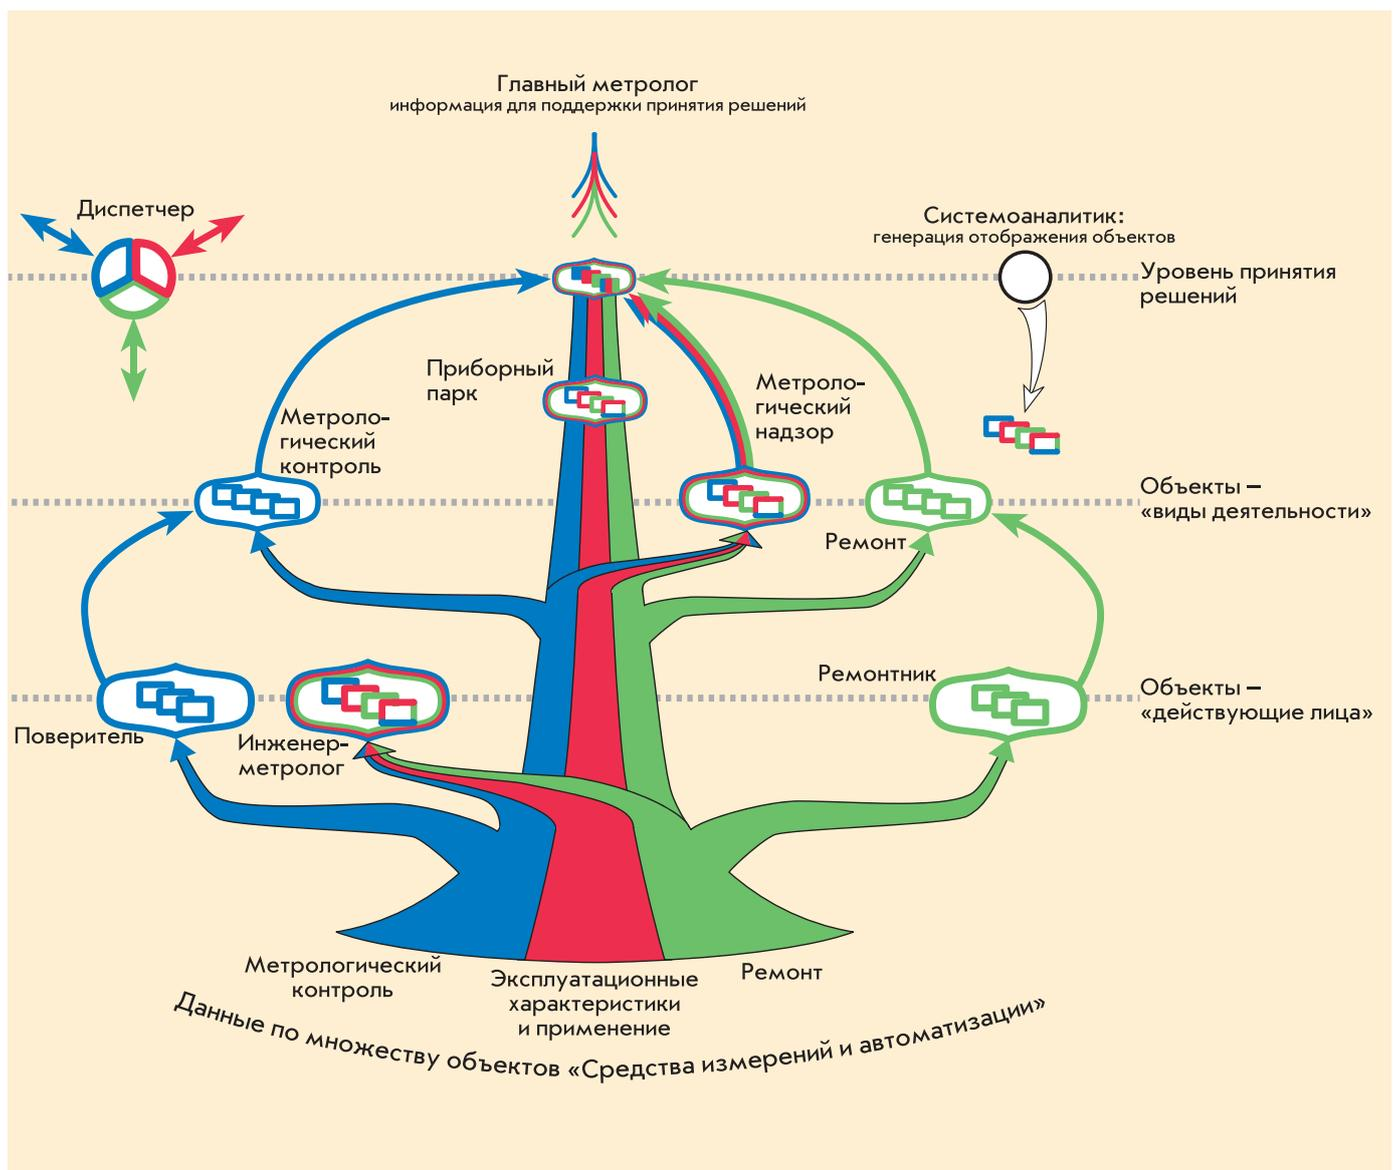

Рис. 2. Дерево объектов
- В настоящее время мы заняты разработкой АСУ МС версии 5.0, проектируемой с учетом ряда вышеперечисленных факторов. В версии реализован объектно-ориентированный подход. Дерево объектов версии 5.0 представлено на рис. 2.